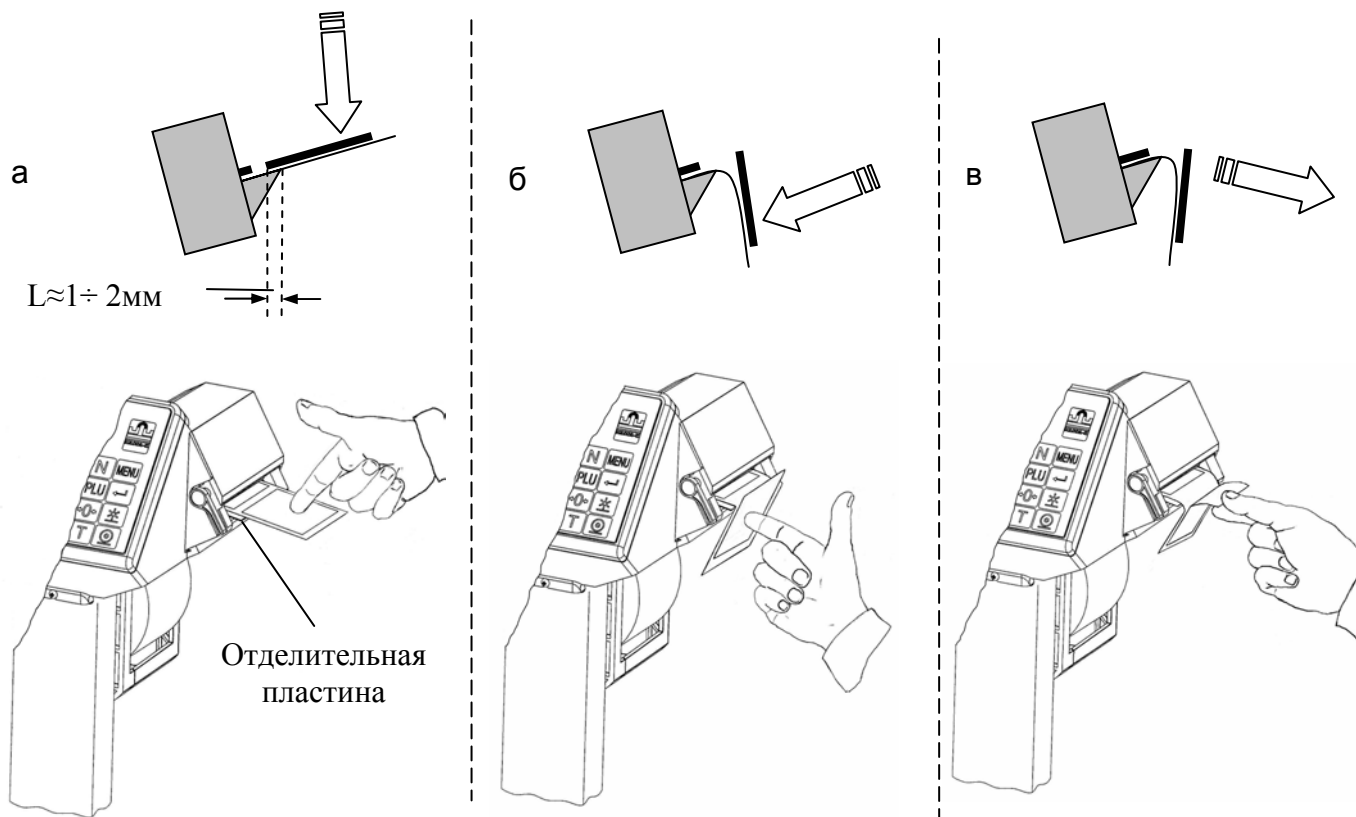

Рисунок 6.2 – Отделение этикетки
- после печати этикетка выйдет из принтера и остановится над отделительной пластиной (рис. 6.2а);
- легким нажатием указательного пальца отклонить этикетку вниз вместе с лентой (рис. 6.2б). Край этикетки отделится от ленты;
- снять этикетку с ленты, удерживая ее за верхний край большим и указательным пальцами (рис. 6.2в).
3 Если край этикетки не отделяется при нажатии или отделяемый край слишком мал, то необходимо откорректировать место остановки этикетки. Рекомендованное место остановки, когда край этикетки не доходит до конца отделительной пластины на 1÷2 мм (см. рис. 6.2а). Порядок изменения места остановки этикетки описан в разделе 7.1.2.3.
Удобное отделение этикетки обеспечивается, когда расстояние L между концом этикетки и краем отделительной пластины после распечатки составляет 1÷2 мм (см. рис. 6.2а).